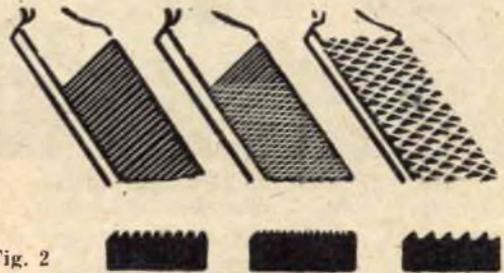

Fig. 2
*Fig. 2 - Le sezioni dei tre tipi di lime, a taglio unico, a doppio taglio e a raspa, rappresentati in figura, mettono in evidenza la disposizione dei denti sulla superficie della lima. Osservando la sezione rettangolare della lima a doppio taglio, si comprenderà come questa si presti meglio alla levigazione delle superfici metalliche, data la particolare disposizione dei denti intercalati. Infatti non lasciando spazi vuoti tra i denti di ogni fila si riesce ad intaccare ogni punto della superficie lavorata.*